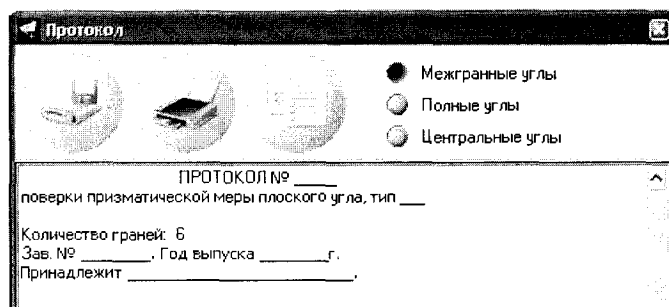

Рисунок 21.
2.3.29 По окончании измерений углов между всеми гранями призмы нажав кнопку  или клавишу «F4», можно вызвать окно (рисунок 21) с протоколом измерений. Используя соответствующие кнопки, отображаемые в протоколе результаты измерений межгранных углов можно перевести в полные или центральные углы, сохранить, напечатать или скопировать.